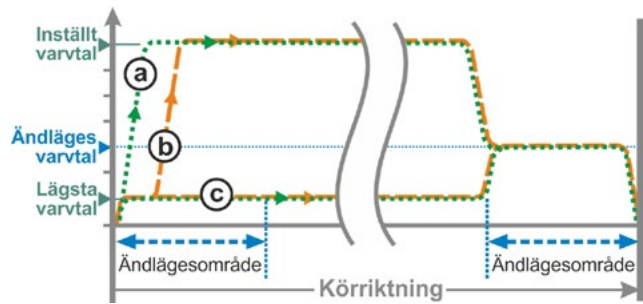

Bild 2: Ändlägesvarvtal "Snabbstart"
- Vid **vägberoende** avstängning kopplas det inställda varvtalet in direkt för att uppnå så kort körtid som möjligt. Se även bild 2, kurva **a**.